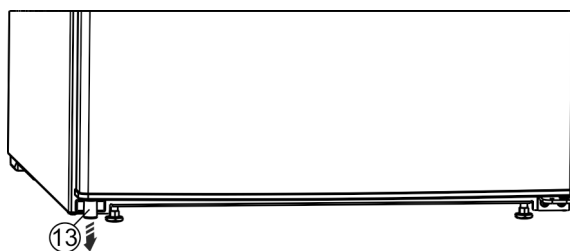

Fig. 3
- ▶ Vlevo dole vytáhněte z dveří distanční vložku Fig. 3 (13).